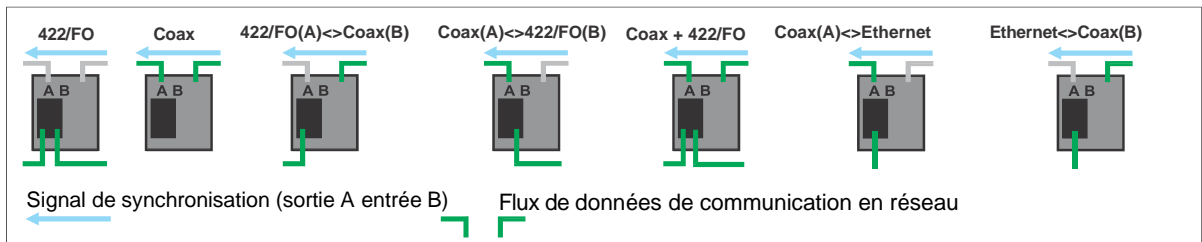

Figure 78 : Connexions réseau FlexZone
2. Spécifiez le schéma de connexion pour les communications réseau (voir Figure 78 :).